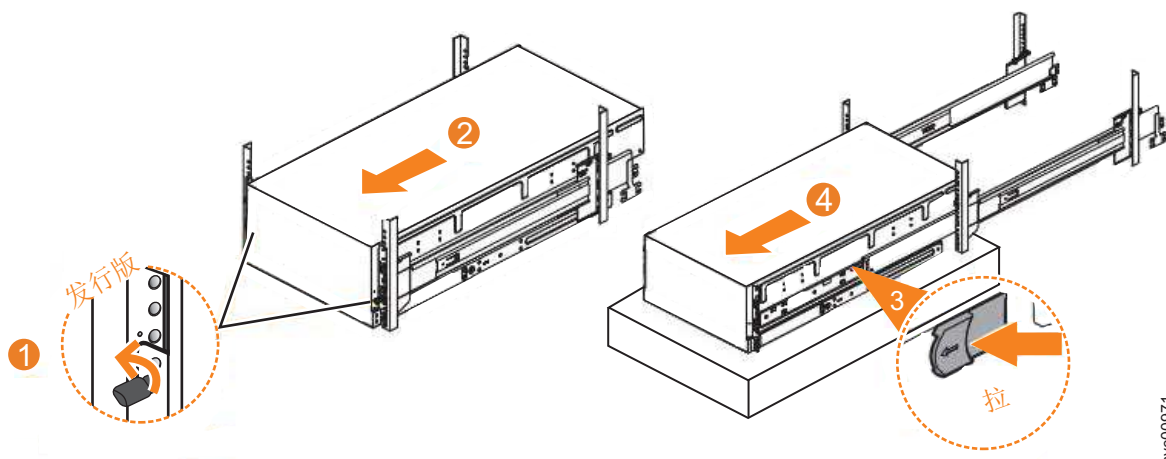

图 107. 从机架中卸下 2145-92F 机柜
1. 拧松机柜前部用于固定的指旋螺钉（**1**），如图 107 中所示。
2. 小心地从机架中向前滑出机柜（**2**），如图 107 中所示。
3. 找到机柜前部附近的左侧和右侧蓝色松开卡口。向前拉动这两个松开卡口以解锁抽屉装置（如图 107 中的 **3**）。
4. 从机架中滑出机柜和内部导轨构件（图 107 中的 **4**）。